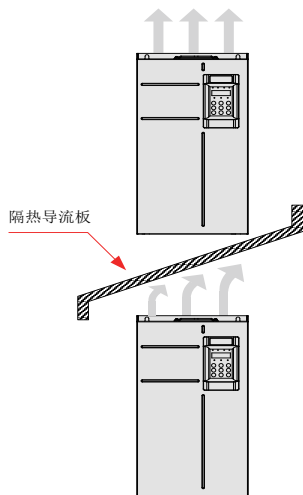

图 3-5 上下排安装要求
- 请垂直向上安装变频器，便于热量向上散发。若柜内有多台变频器时，请并排安装。在需上下安装的场合，请参考图 3-5，安装隔热导流板；